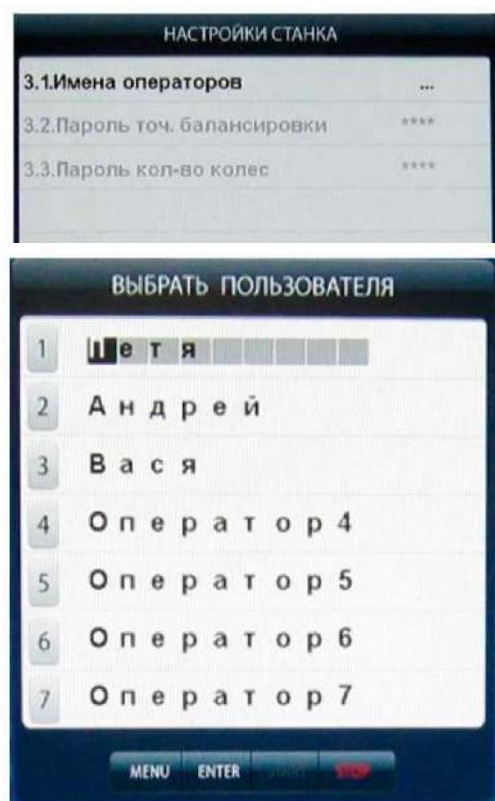

рис.16.3
16.2.1. Нажмите кнопку «MENU». На экране появится окно MENU (рис.15.1), нажмите кнопку 7 «Далее» на экране появится окно второй страницы MENU (рис.16.1). Выберите «Дополн. настройки», нажав кнопку 2, на экране откроется окно «Настройки станка» (рис.16.2). Нажмите кнопку 1 «Имена операторов» на экране откроется окно «Выбрать пользователя» со списком операторов, (рис.16.3).
16.3.1. Нажмите кнопку «MENU». На экране появится окно MENU, нажмите кнопку 1 «Выбрать пользователя» на экране появится окно «Выбрать пользователя» со списком задействованных операторов (рис.16.3).